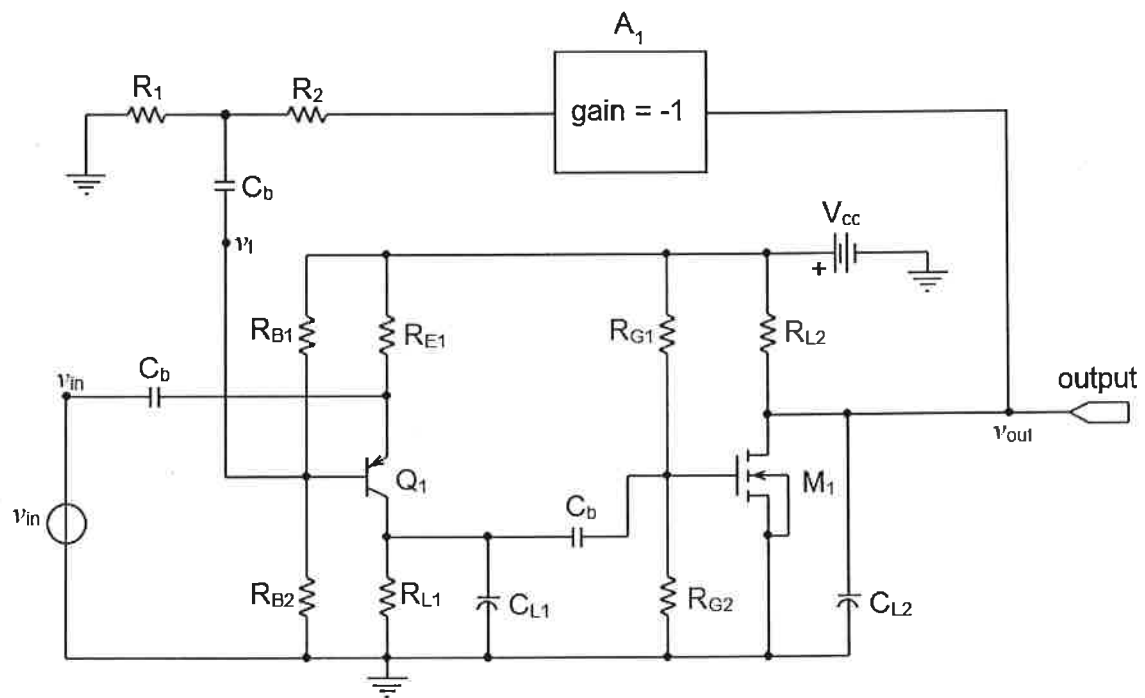
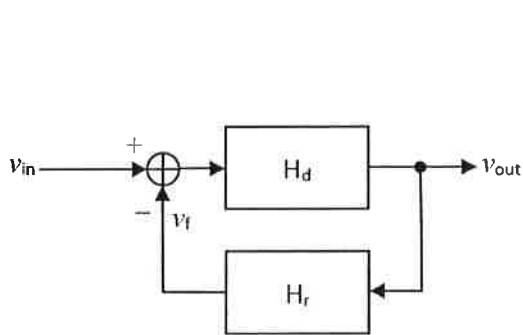
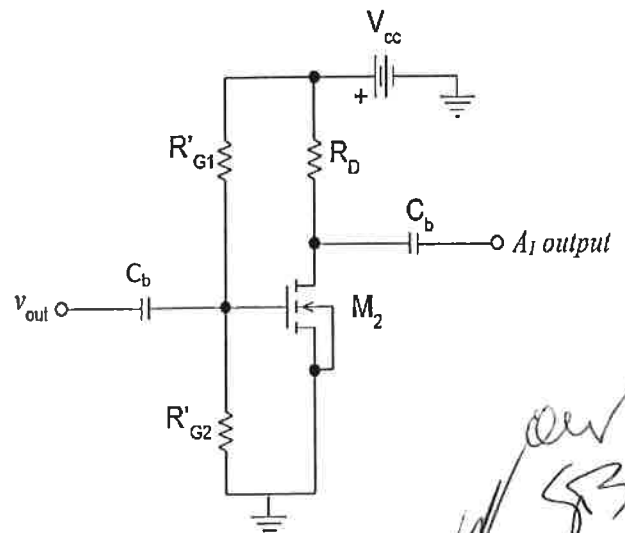

Figura 1
Figura 2
Figura 3
Lo schema circuitale di Figura 1 rappresenta un amplificatore multistadio con retroazione negativa di tipo tensione-serie. Si osservi che il segnale di retroazione si combina con quello in ingresso sfruttando il fatto che i guadagni di tensione degli amplificatori a BJT a base comune e a emettitore comune differiscono, in prima approssimazione, solo per il segno. Il blocco  $A_1$  rappresenta uno stadio separatore con guadagno -1 da trattare come amplificatore di tensione ideale. Si suppongano i condensatori di accoppiamento  $C_b$  di valore abbastanza elevato da non influire sull'amplificazione in centro-banda.
- 4) Riducendo lo schema di Figura 1 allo schema funzionale di Figura 2 si fornisca l'espressione analitica di  $H_d = \frac{V_{out}}{V_{in}-V_f}$  e di  $H_r = \frac{V_f}{V_{out}}$ , dimostrando al contempo che è lecito trascurare l'effetto di carico dovuto alla resistenza d'ingresso del solo stadio ad emettitore comune;
- 7) Facendo riferimento allo schema elettrico di Figura 3, dimensionare i valori di resistenza dei resistori di polarizzazione affinché questo stadio di amplificazione operi come separatore da sostituire al blocco  $A_1$  di Figura 1.